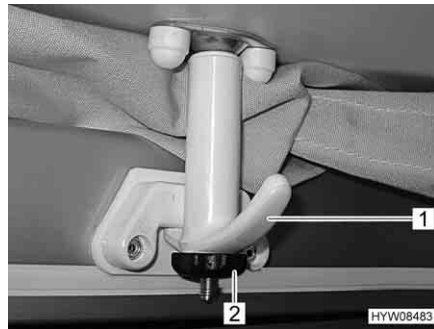

Fig. 37 Tenditore bloccato
- Serrare la vite a testa cilindrica zigrinata (Fig. 37,2) sui due tenditori anteriori (Fig. 37,1). Il tetto sollevabile risulta così bloccato e non può sollevarsi.